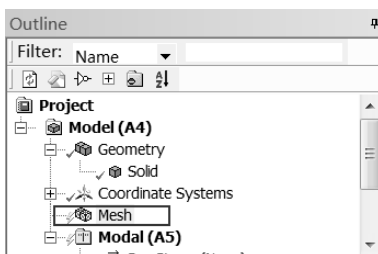

图 6-73 选择 Mesh
Step4：选择 Outline 栏中的 Mesh 选项，如图 6-73 所示，此时会出现网格参数设置列表。